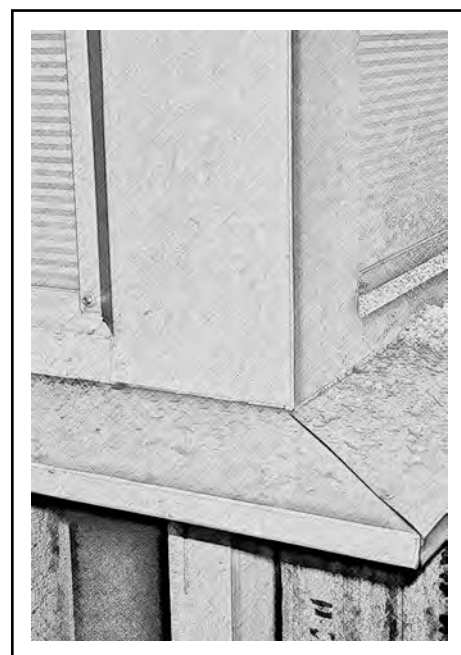

Рис. 14
10.6. Угловые нащельники крепить начиная с нижнего. На нижнем нащельнике произвести подрезку для плотного прилегания к нащельнику цоколя (рис. 14). На верхнем нащельнике произвести подрезку для плотного прилегания к нащельнику свеса.